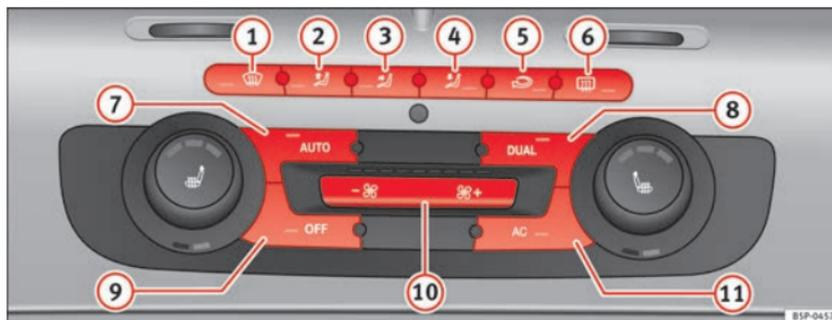

Fig. 113 Comandi del Climatron 2C nel quadro strumenti
- Premere uno dei tasti compresi tra ⇒ fig. 113 ① e ⑤ oppure i tasti della ventola ⑩. La funzione selezionata compare nel display della radio o del navigatore.
- Il ricircolo dell'aria si attiva e si disattiva premendo il tasto  ⇒ fig. 113 . La funzione risulta attiva quando sul display appare il simbolo .